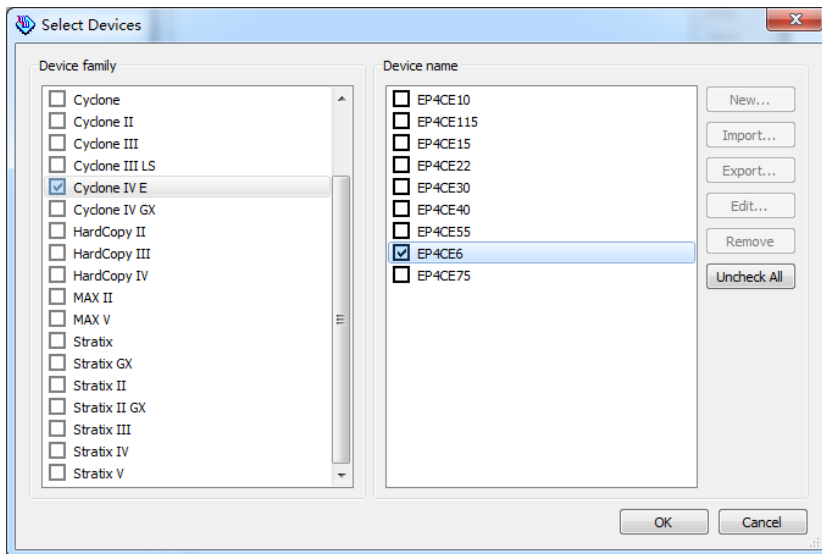

图 22
- ✧ 选择 cyclone IV E 和 EP4CE6 如图 22 所示, 选择 OK 回到 convert 窗口